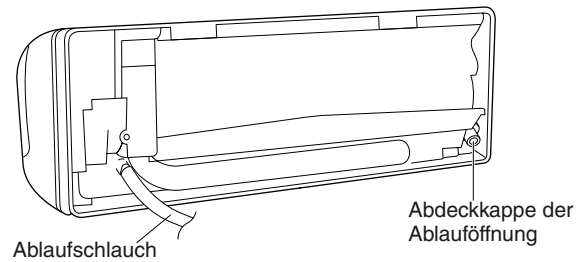

Abb. 3-109
- a) Nachsehen, wo der Ablaufschlauch und die Abdeckkappe der Ablauföffnung sich befinden. (Abb. 3-109)
- b) Die Schrauben entfernen, mit denen der Ablaufschlauch an der Seite befestigt ist, und den Ablaufschlauch herausziehen und entfernen. (Abb. 3-109)